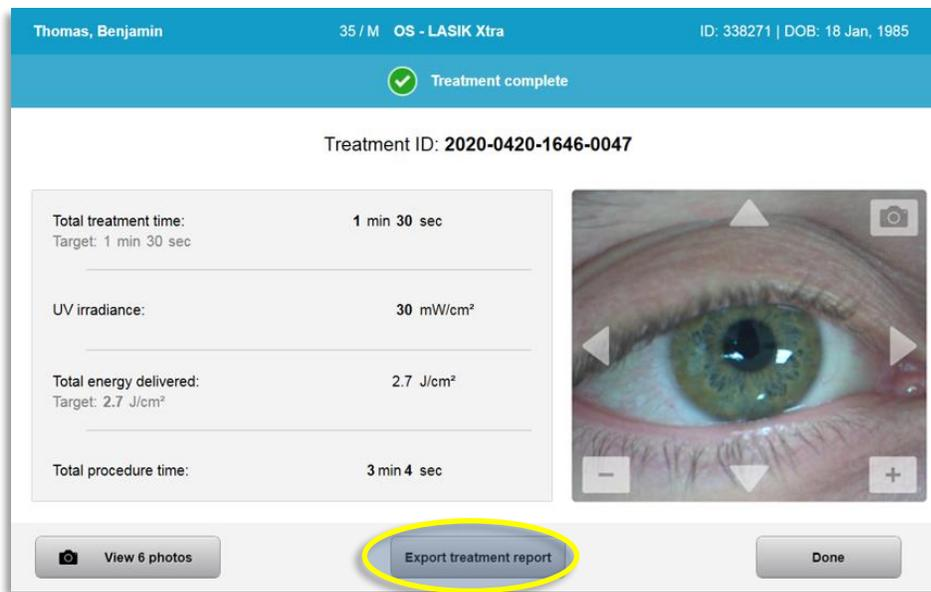

Figura 3-39. Exportar Relatório de tratamento
- Selecione “Exportar relatório de tratamento” como mostrado na figura 3-39 para guardar o relatório numa pen USB.